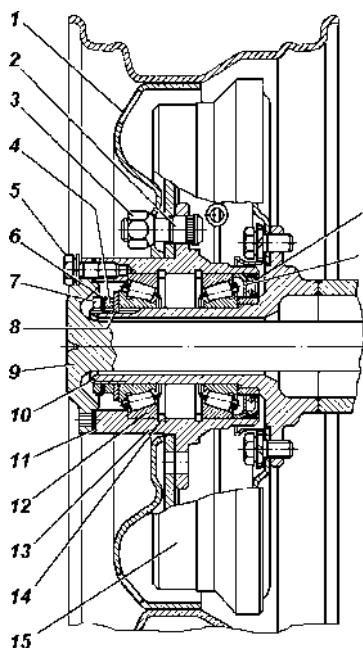

Рис. 9.22. Ступица заднего колеса:
2. Снимите колпак колеса. Демонтируйте полуось 9 (рис. 9.22) заднего моста или ведущий фланец у переднего моста.